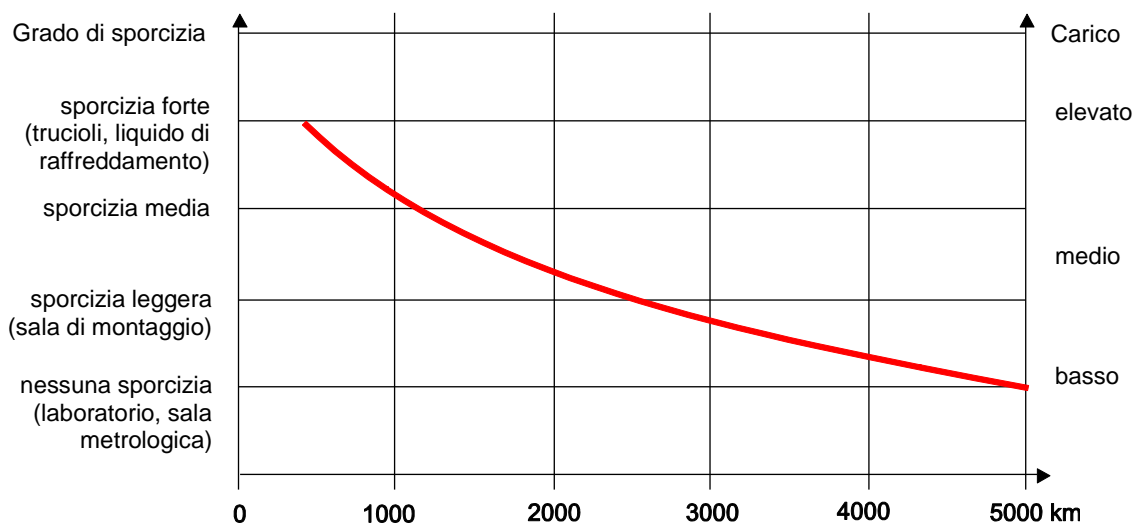

Figura 9: Intervalli di lubrificazione successiva per la guida a ricircolo di sfere con catenella a rosario
*o almeno 2 volte all'anno. L'intervallo di lubrificazione dipende dalle condizioni ambientali e dal carico (vedi figura 9). Effettuare la lubrificazione successiva "in movimento"!